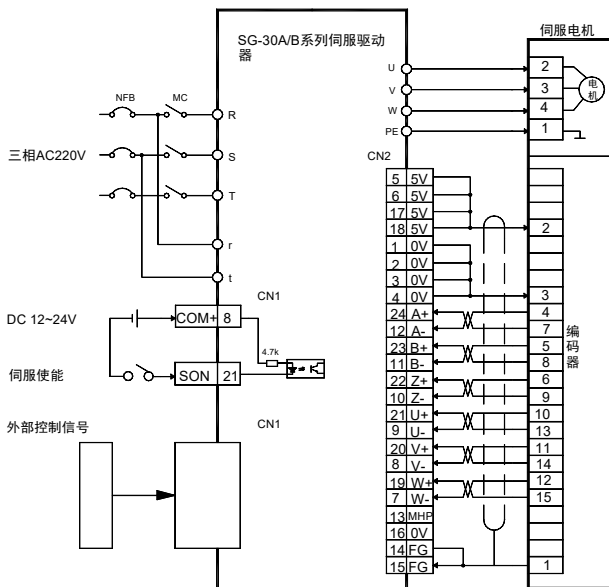

图 7.7 试运行接线图
- 按图 7.7 接线，主电路端子，三相 AC220V 接 R、S、T 端子。